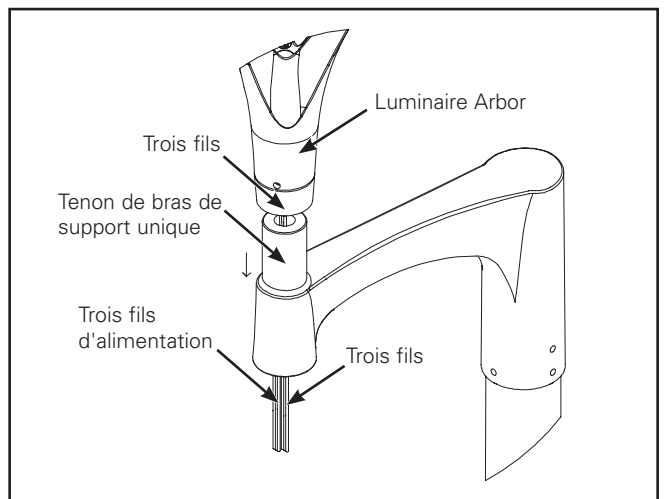

Figure 7.
9. Tirez sur trois fils du luminaire et insérez-les dans le tenon du bras en les faisant passer par le trou du capuchon. (Figure 7.)